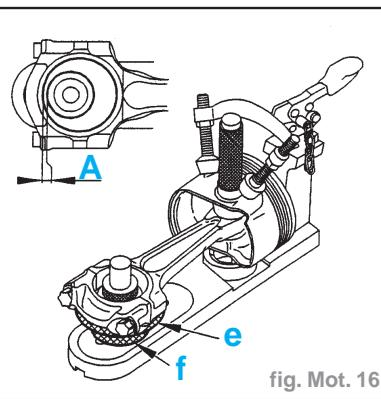

fig. Mot. 16
- Réglér la hauteur de l'appui "e" pour l'amener au contact de la bielle (fig. Mot. 16).